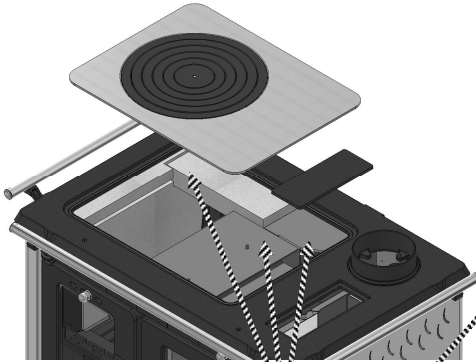

Fig. 6
Limpeza conductos gases superior Girofumi (Fig.6)
- Quitar la placa radiante levantandola para arriba (Fig. 6), despues de esta operaciòn toda la parte superior de conducto gases puede ser limpiada de los depositos y de cenizas empleando sus propios utensillos (atizador, paleta, ...)